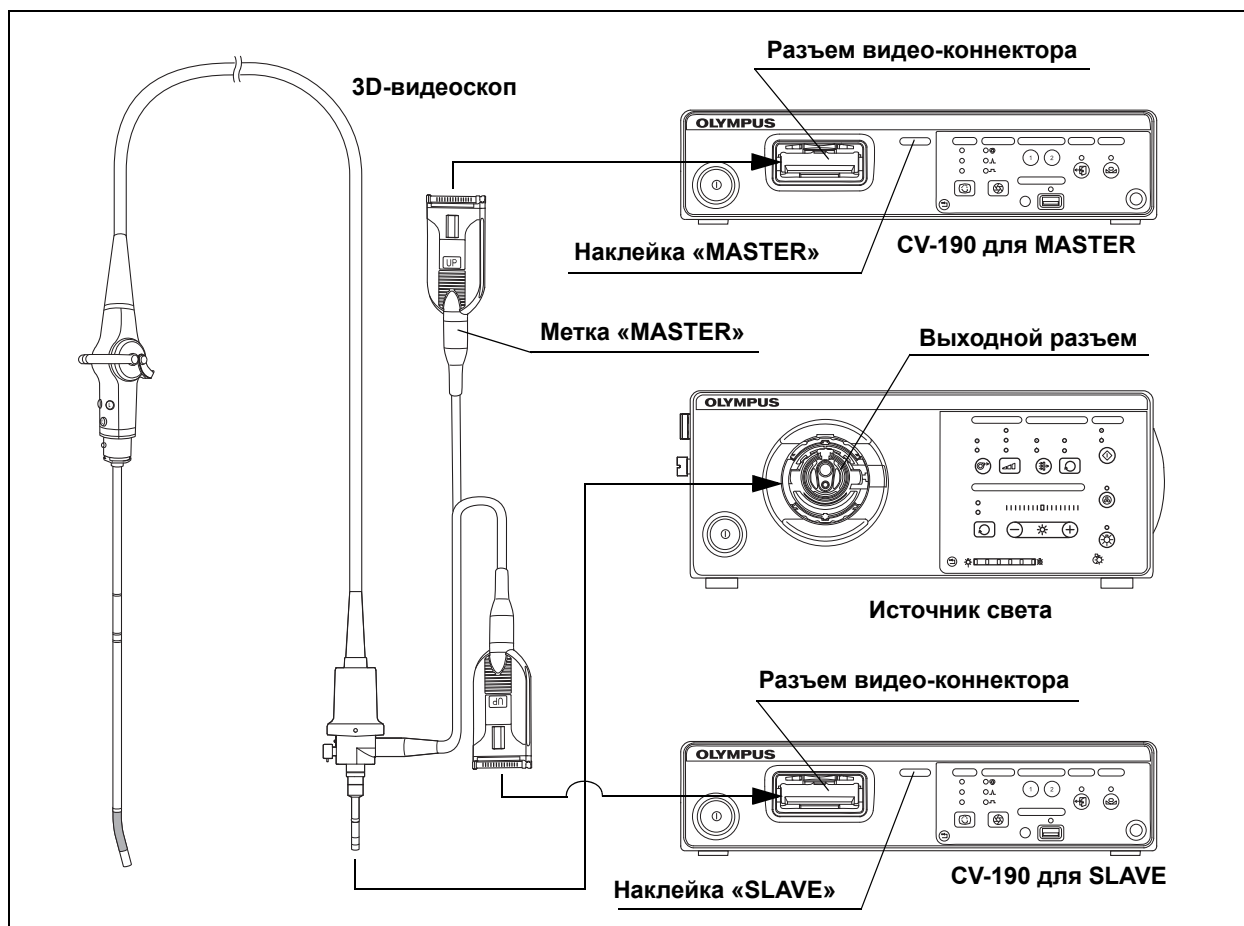

Рисунок 6.1
- 4 Подключите разъем световода 3D-видеоскопа к источнику света (см. рис. 6.1), как описано в руководстве по эксплуатации источника света.